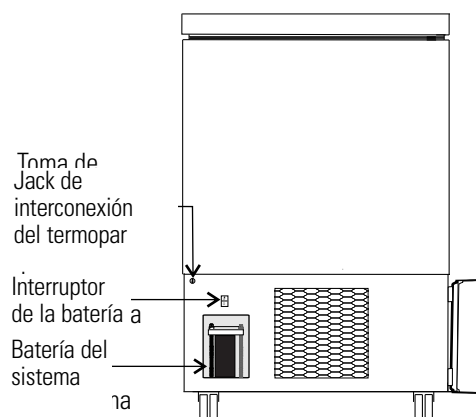

Figura 5-2. Ubicación del Interruptor y la batería
2. Ubique el interruptor de alimentación de la batería (Figura 5-2). Coloque el interruptor de alimentación de la batería en la posición OFF (O).
3. Retire los dos tornillos de seguridad del soporte de la batería. Consulte la Figura 5-2.
3 Modelos cu ft (Figura 5-2):